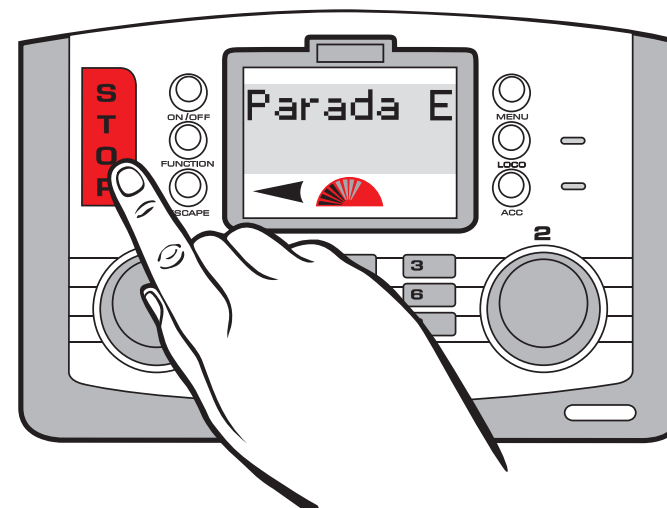

Fig 1
1. Pulse el bot n **STOP** de la unidad Elite. V ase la Fig. 1.